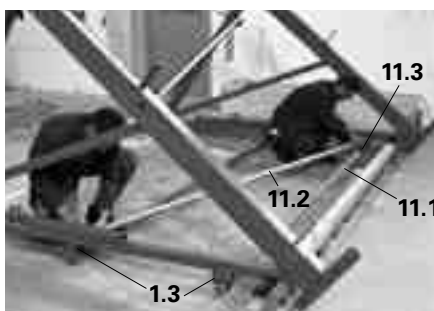

Fig. A1.08
8. Arristrar con un tubo diagonal (11.2) y dos grapas giratorias (11.3). (Fig. A1.08)